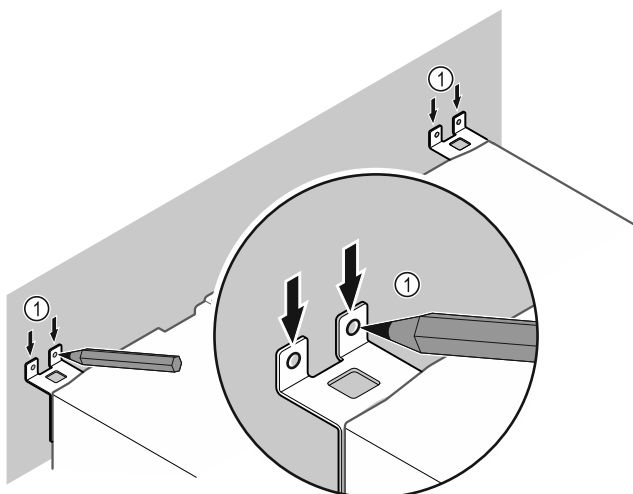

Fig. 11
- Sett merker på veggen Fig. 11 (1).